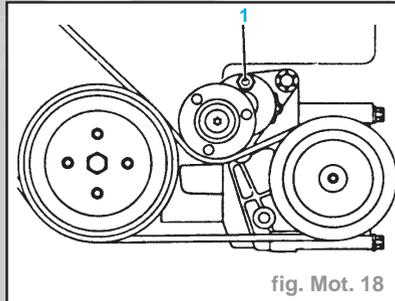

fig. Mot. 18
- Détendre et retirer la courroie trapézoïdale via le dispositif de tension (sur l'hexagone) (1) (fig. Mot. 18).